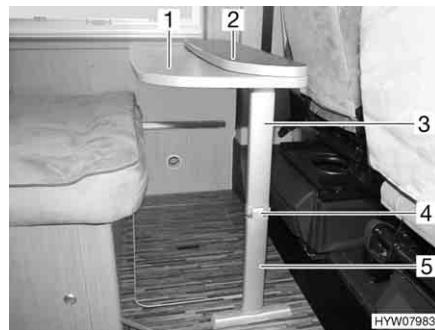

Fig. 31 Tavolo sospeso con ampliamento del piano del tavolo
- Aprire l'ampliamento del piano del tavolo (Fig. 31,2).
- Chiudere l'ampliamento del piano del tavolo (Fig. 31,2).
- Sollevare leggermente il piano del tavolo in avanti (Fig. 31,1).
- Sbloccare il piede del tavolo (Fig. 31,3) sul braccio snodato (Fig. 31,4) e chiudere la parte inferiore del piede del tavolo (Fig. 31,5).
- Agganciare il tavolo sospeso nella sbarra di aggancio inferiore e collocarlo sul giunto del piede del tavolo (Fig. 31,4).